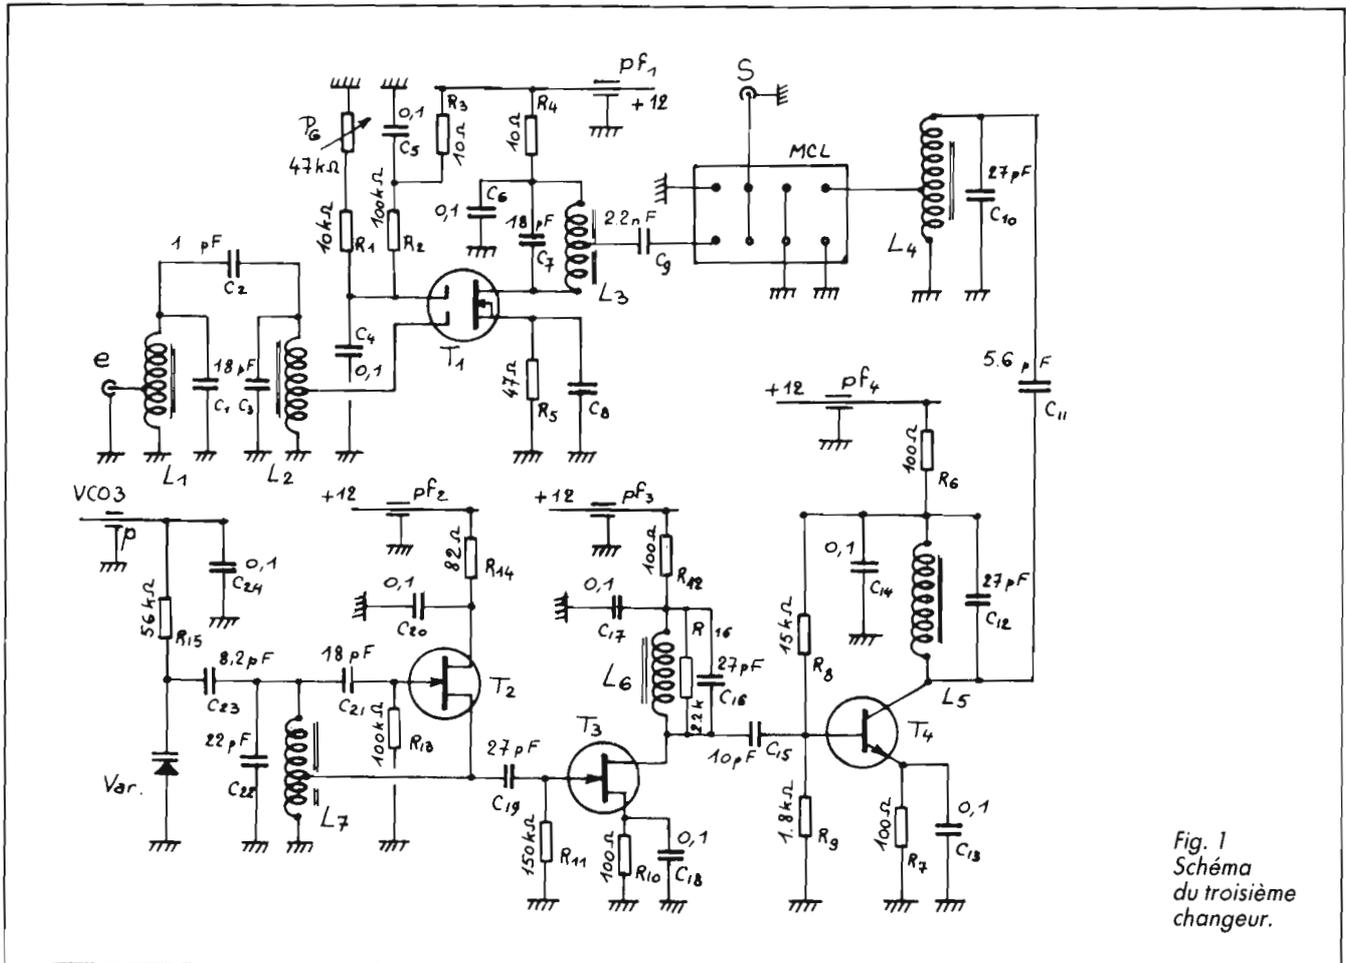

Fig. 1 Schéma du troisième changeur.
1. Etude du schéma (fig. 1)
impédance, par prise sur L_4 . Finalement les signaux à mélanger respectivement issus de T_1 et de T_4 sont injectés dans le mélangeur double-équilibré, noté « MCL » sur la figure 1.